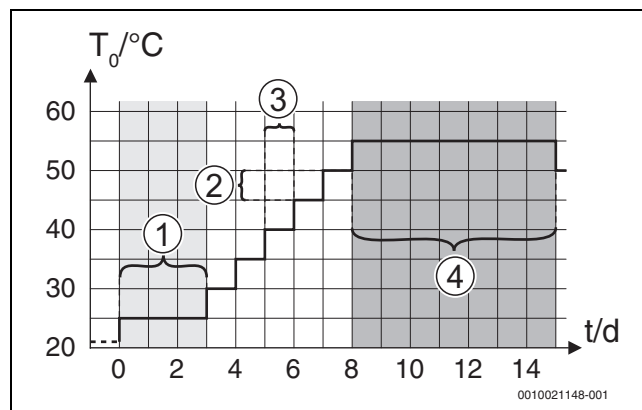
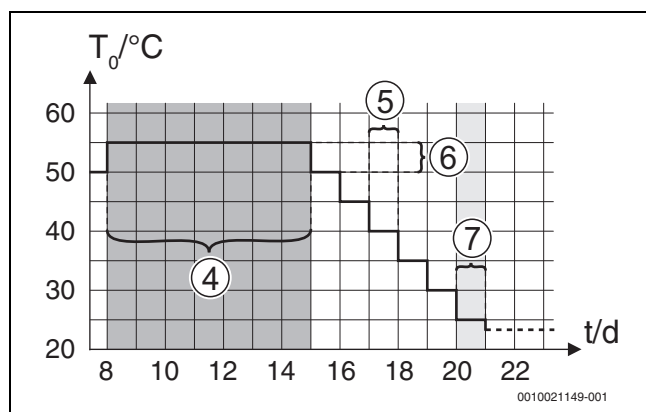

Fig. 7 Proces de uscare a șapei cu setări din fabrică în faza de încălzire
Fig. 8 Proces de uscare a șapei cu setări din fabrică în faza de răcire
**Legendă pentru Fig. 7 și Fig. 8:** $T_0$  Temperatură tur $t$  Timp (în zile)
| Timp aștept. înainte por.       | Omitere: programul de uscare a șapei pornește imediat pentru circuitele de încălzire selectate.[1 ... 50] zile: programul de uscare a șapei pornește după intervalul de așteptare setat. Circuitele de încălzire selectate sunt oprite în intervalul de așteptare, iar protecția împotriva înghețului este activă (→ Fig. 7, timp anterior zilei 0) |
Tab. 11 Setările din meniul Uscare șapă (Fig. 7 și 8 afișează setarea din fabrică a programului de uscare a șapei)